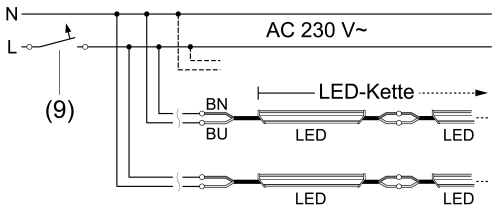

Bild 7: Schaltskizze
- LED-Lichteinsätze gemäß Schaltskizze an-schließen (Bild 7).